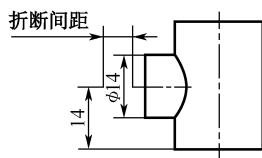

图 4-57 折断间距
(7) “折断标注”设置。用于设置折断标注时的标注对象之间或与其他对象之间相交处打断的距离，如图 4-57 所示。